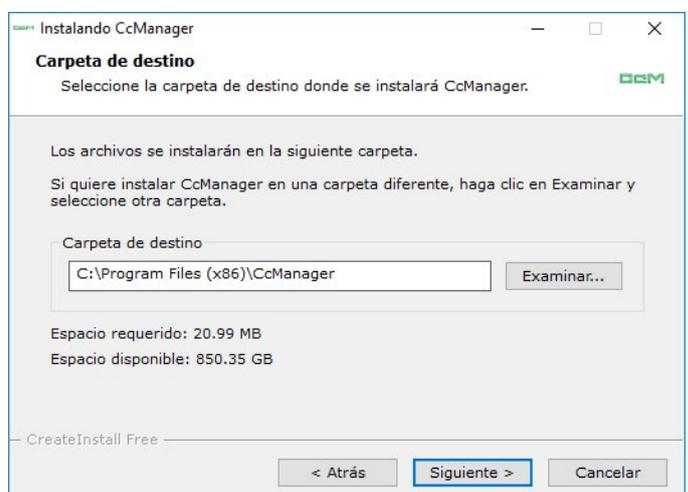

Figura 2. Windows – Proceso Instalación 2 de 4
- Indique el directorio en el que desea instalar la aplicación (si desea cambiar el que viene por defecto, puede hacerlo clicando sobre el botón “Examinar” o escribiéndolo manualmente en el cuadro de texto) y a continuación pulse “Siguiente” cuando lo haya hecho (Figura 2).
Para ejecutar el programa basta con hacer doble clic sobre el acceso directo generado en su escritorio, o bien acceder al directorio donde haya realizado la instalación (seleccionado en la Figura 2, por defecto “C:\Program Files (x86)\CcManager”) y ejecutar el archivo CcManager.exe.